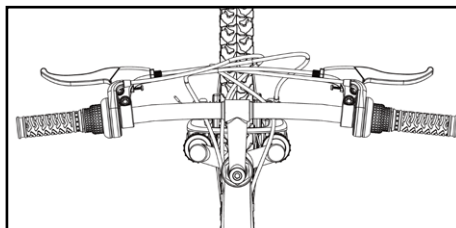
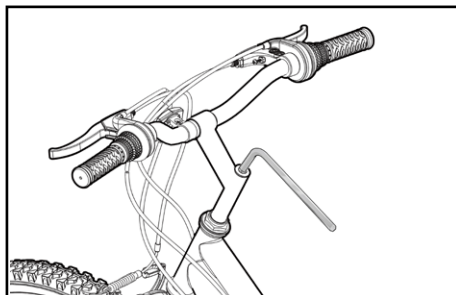
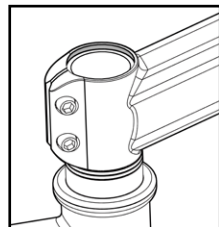

Figure 18
Figure 19
Figure 21
La potence doit être pointée vers l'avant de la bicyclette et alignée avec le pneu avant (voir la Figure 18). Selon le type de boulon de la potence, utilisez une clé à molette (B) ou une clé Allen de 4, 5 ou 6 mm (C) pour serrer le boulon (voir la Figure 19).
Desserrez les boulons sur le côté de la potence et faites-la coulisser en veillant à l'aligner sur la fourche (voir la Figure 18). Vérifiez l'écart entre le tube de direction et la potence en vous assurant de laisser suffisamment d'espace pour le capuchon et le boulon. (Voir la Figure 21) Si vous devez abaisser ou relever la potence, vous pouvez demander l'aide d'un mécanicien. Serrez le boulon précontraint sur la partie supérieure. Puis serrez l'un après l'autre les deux boulons sur le côté de la potence.